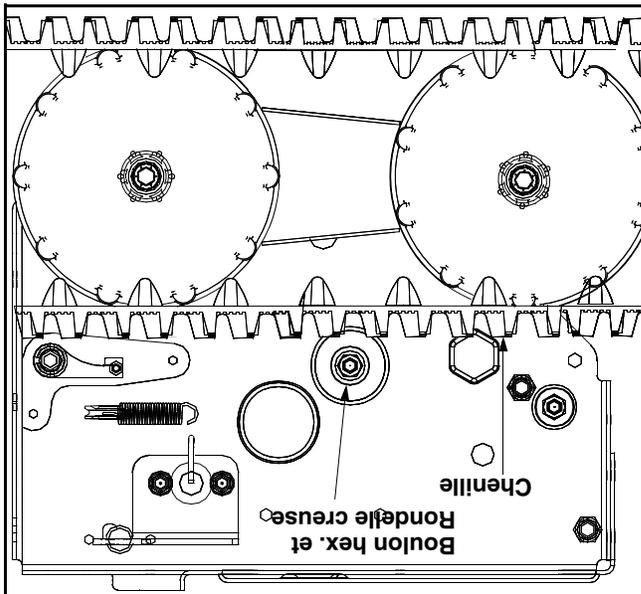

Figure 22
- Tenez l'arbre avec une clé de 7/8 po et desserrez le boulon hex. et la rondelle Belleville (sans les démonter), qui se trouvent sur l'extrémité gauche de l'arbre de transmission. Voir la Figure 22.